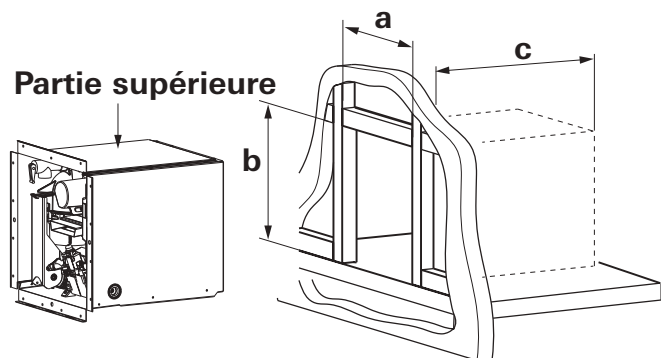

Fig. 13
4. Assurez-vous que la bordure avant de l'ouverture est soutenue par un cadre solide afin de fixer fermement en place l'appareil. Au besoin, fabriquez un cadre approprié (Fig. 13) ayant les dimensions suivantes :